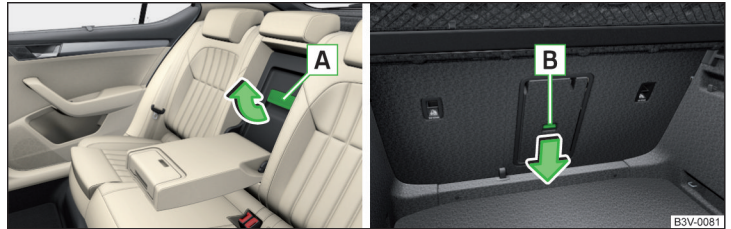

Abb. 77 Deckel öffnen: vom Innenraum aus / vom Gepäckraum aus
- Den Griff **A** in Pfeilrichtung » Abb. 77 ziehen und den Deckel nach vorn klappen.
- Die Entriegelungstaste **B** in Pfeilrichtung » Abb. 77 schieben und den Deckel nach vorn klappen.